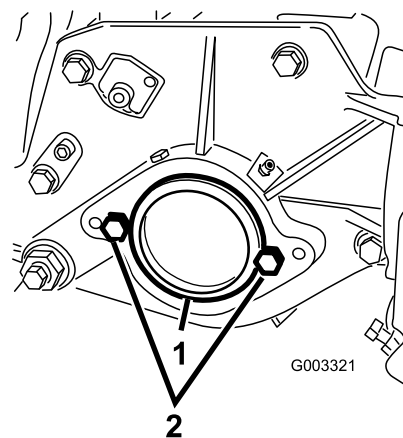

図 16
2. カッティングユニット右側のベアリングハウジングについているプラスチック製のプラグを外す図 16。
3. 右側サイドプレートからキャップスクリュ2本を取り外す図 16。
5. カッティングユニットの左側サイドプレートに、リールモータ取り付け用のキャップスクリュ2本を仮止めする図 16。